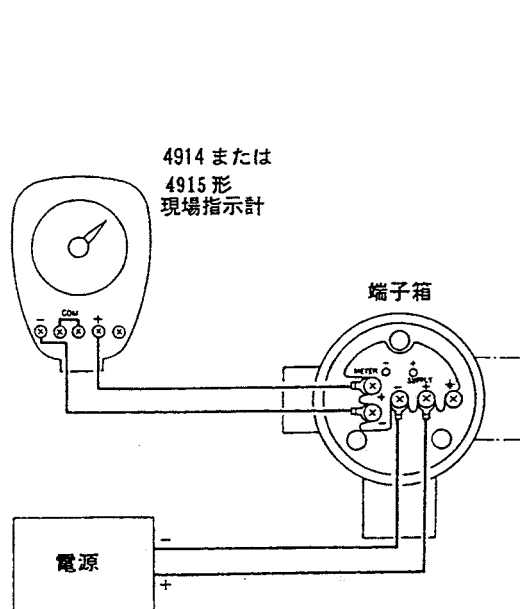

図 5.7 現場指示計の接続 (1)
- ③ メータ接続端子の+と-を短絡しているジャンパを取りはずし図5.7のように配線します。